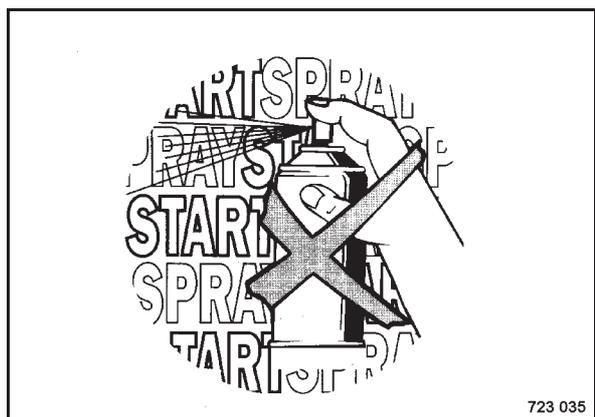

Bild 43
**Niemals Starthilfe-Sprays (Bild 43) benutzen.**